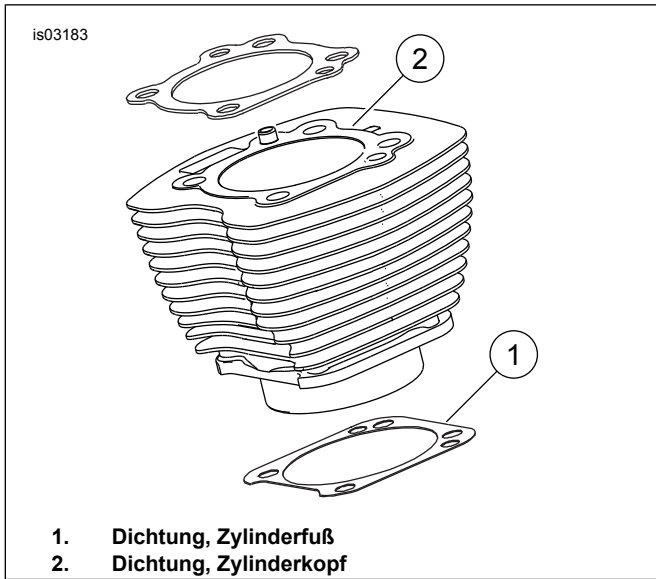

Abbildung 1. Zylinderdichtungen
Siehe *Abbildung 1. Die 103,12 mm (4,060 in) Zylinderfußdichtung (1) und Zylinderkopfdichtung (2) machen die Verwendung von O-Ringen überflüssig. Keine O-Ringe an Zylinderausrichtstiften oder Zylinderaufnahmen benutzen.*